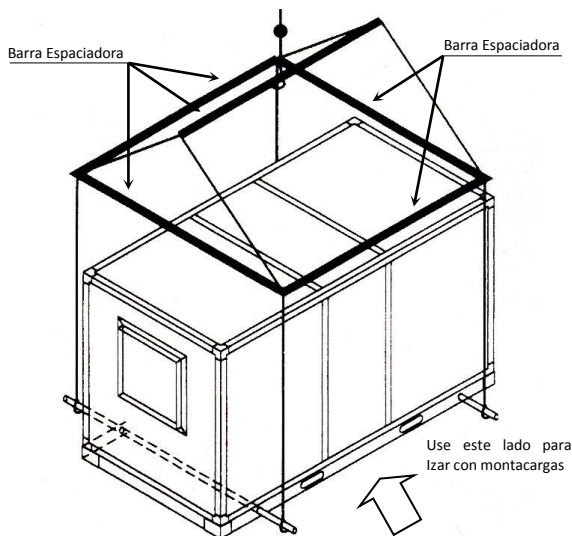

Figura 2. IZADA DE LA MANEJADORA
- Para descargar la máquina del vehículo transportador, al lugar de almacenamiento temporal o al sitio definitivo, observe la figura 2 para los detalles de izaje. Consulte los pesos y dimensiones, en la tabla 1 antes de comenzar las maniobras de descarga e instalación.
Las Unidades Manejadoras de Aire 3ADW y 3AHD, deben ser izadas usando barras espaciadoras, solamente sujetándolas por la base (Figura 2). Si levanta la máquina con montacargas, asegúrese de usar uñas de 48" o más, dependiendo del modelo a levantar. Nunca ize la Unidad, sujetándola por las conexiones del serpentín.